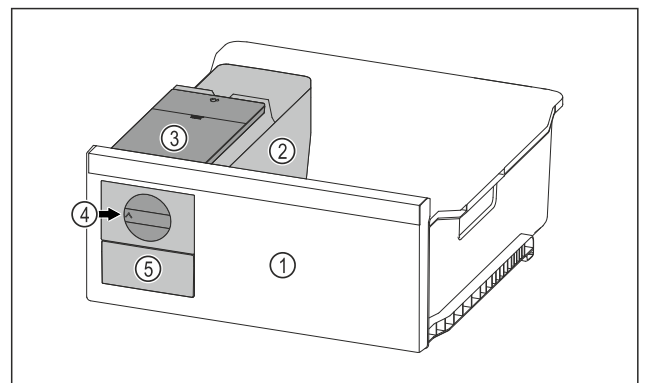

Fig. 74 Beispielhafte Darstellung
- ▶ Drehknopf Fig. 74 (4) im Uhrzeigersinn bis zum Anschlag drehen.
- ▷ Eiswürfel fallen aus der Eiswürfelschale in das Eiswürfelschubfach Fig. 74 (5).